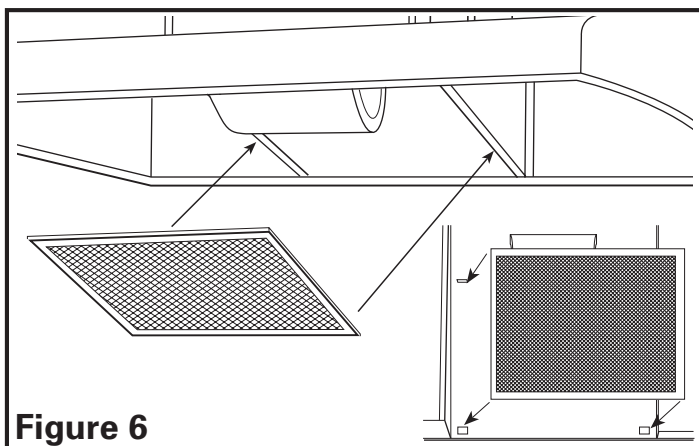

Figure 6
- Installer le filtre approprié, en glissant le côté arrière du filtre dans l'onglet et en pressant l'avant du filtre en place (Figure 6).